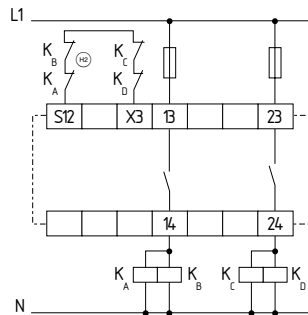

Fig. 8
**Control mediante dos canales con circuito de realimentación (véase fig. 8)**